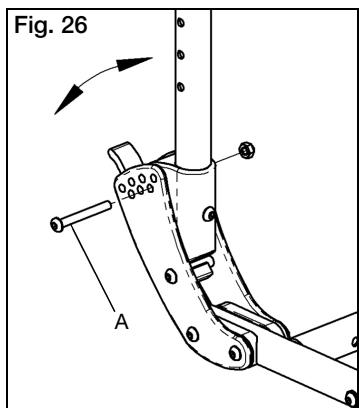

Fig. 26
- Utilizando una llave Allen de 4mm y una llave de 10mm, retire los Tornillos de Cabeza Redonda (Fig. 26:A) con sus tuercas y arandelas.